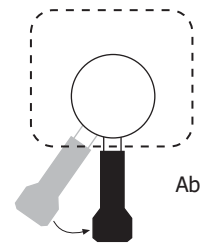

Abb. 6a
3. Nun muß der Kaffee im Siebträger am Stampfer (12) festgepreßt werden, um eine gleichmäßige Oberfläche zu erzeugen und das Mahlgut zu verdichten. Wie fest Sie drücken ist vom Mahlgrad des Kaffees abhängig: je feiner der Kaffee gemahlen ist, desto weniger Druck müssen Sie aufbauen. Gröber gemahlene Kaffee können Sie durch festeres Anpressen nur bedingt verdichten. Der gepreßte Kaffee sollte ca. 6mm Abstand zum Rand des Siebträgers haben.
5. Spannen Sie nun den Siebträger waagrecht in die Brühgruppe ein (siehe Abb. 6a.) und drehen ihn nach rechts gut fest. Der Siebträger sollte nun ungefähr in einem 90°- Winkel zur Maschine stehen.